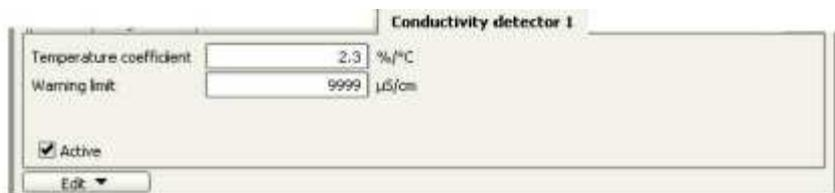

Figura 10.14 – Janela do software Magic Net IC.
- Clique no bloco detector e cheque o coeficiente de temperatura (2,3%/°C para ânions), Figura 10.14.